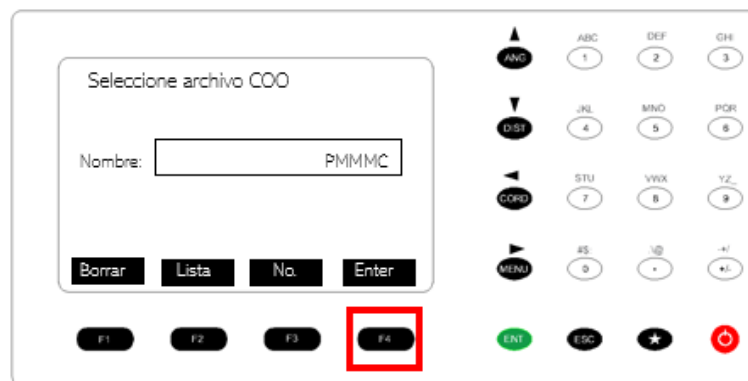

Figura 129. Selección del proyecto.
33. En la ventana emergente, introducir el nombre del archivo con el que se ha estado trabajando y presionar Enter para entrar al menú de replanteo. Figura 129.